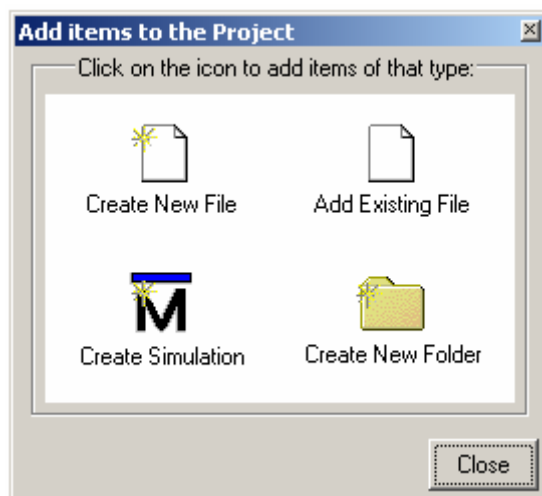

图 2.3
2. 给工程加入文件: ModelSim 会自动弹出 Add Items to the project 窗口, 如图 2.3 所示。选择 Add Existing File 后, 根据相应提示将文件加到该 Project 中。